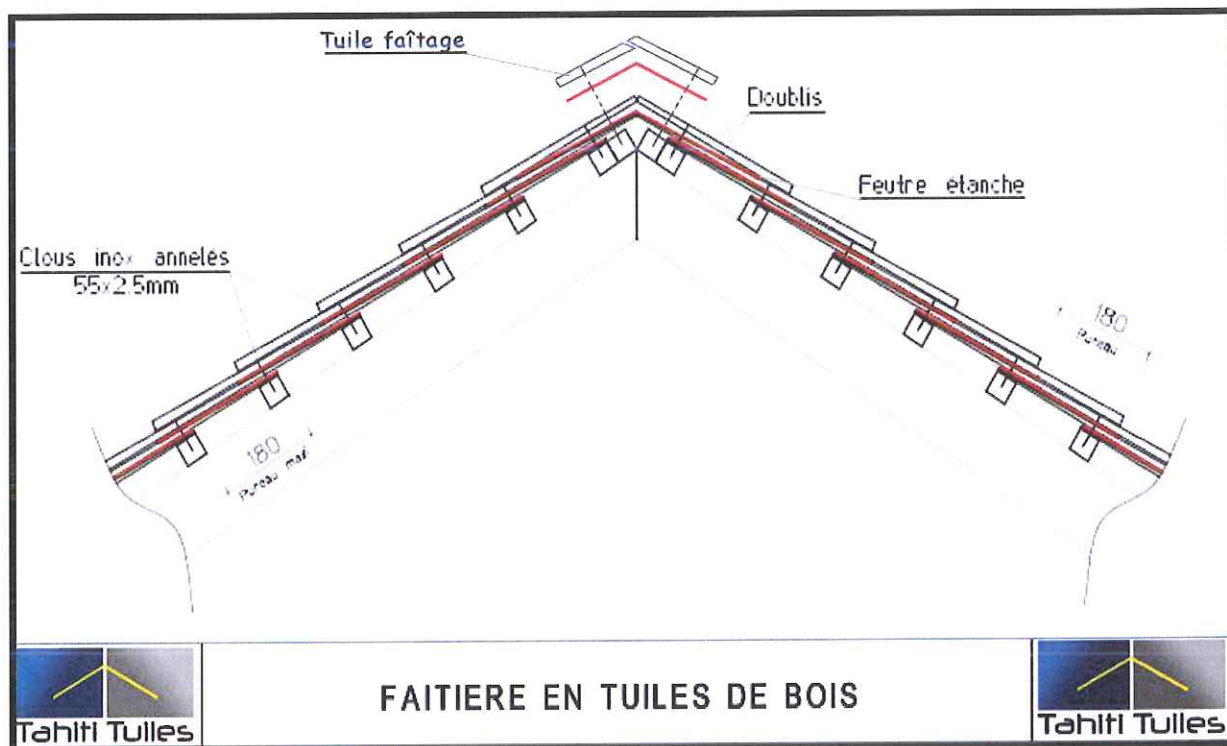

Figure 9 : descriptif du faîtage tuile de bois
- Faîtage tuile de bois : ( Cf. figure 9 )